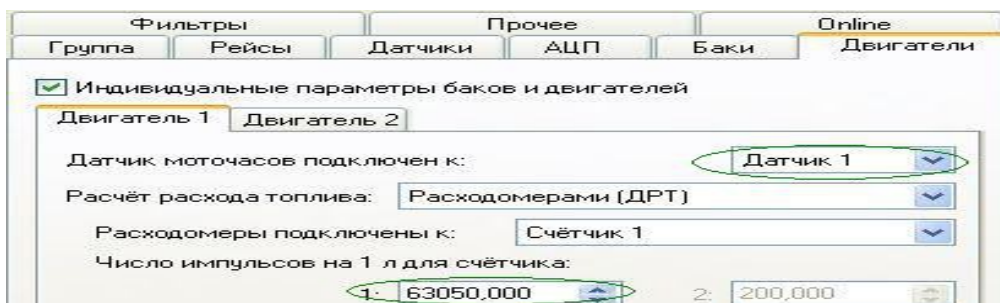

Рис. 3
- с) При настройке моточасов в клиентской программе «Автограф», следует указывать дискретный вход, к которому подключен СБИ-2 (Рис. 3).
- д) При настройке импульсов на 1 литр в клиентской программе «Автограф», следует указывать дискретный вход, к которому подключен СБИ-2 (Рис. 3).